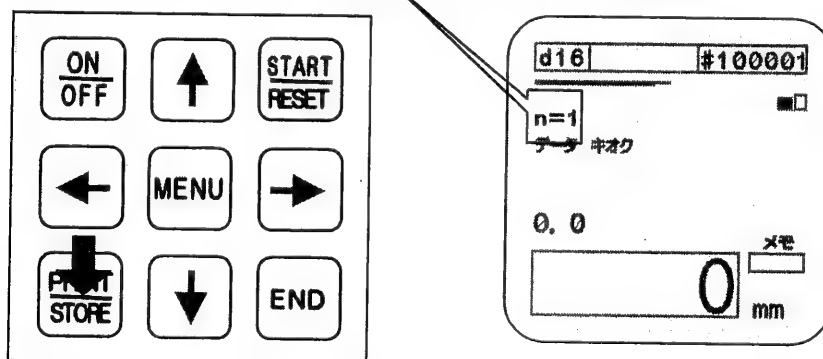

図67
- STOREキーを押し、今の測定結果を保存してください。(図67参照)